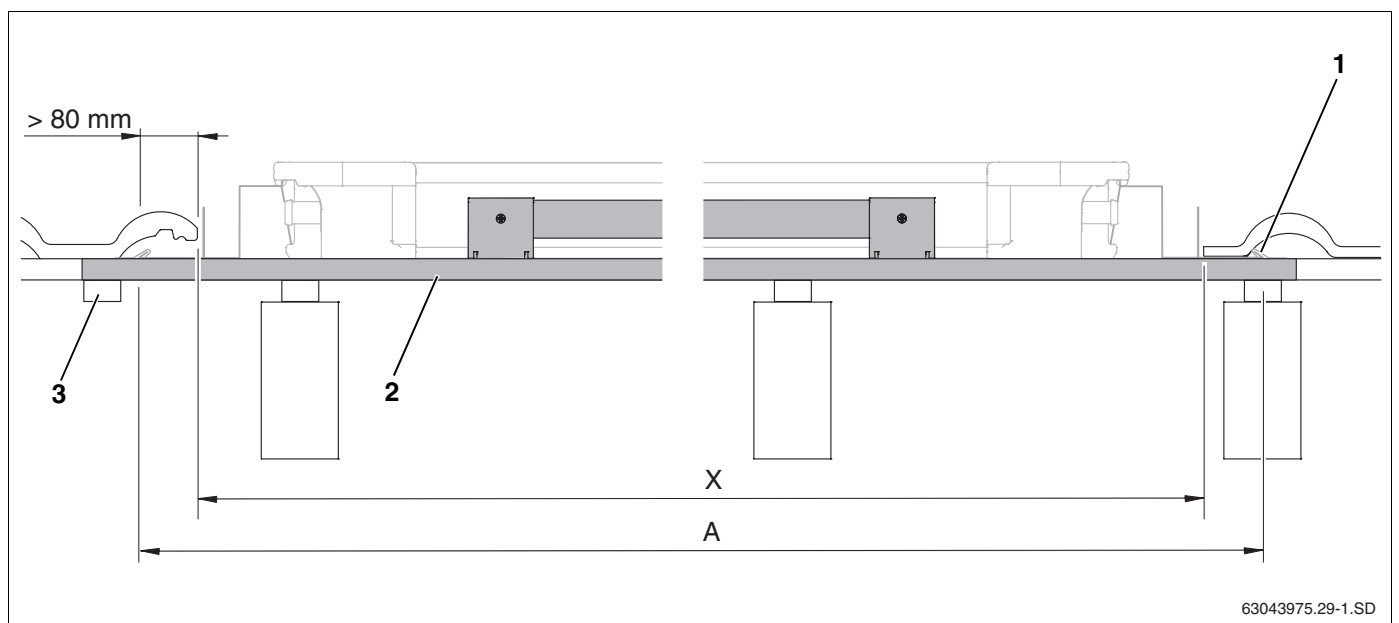
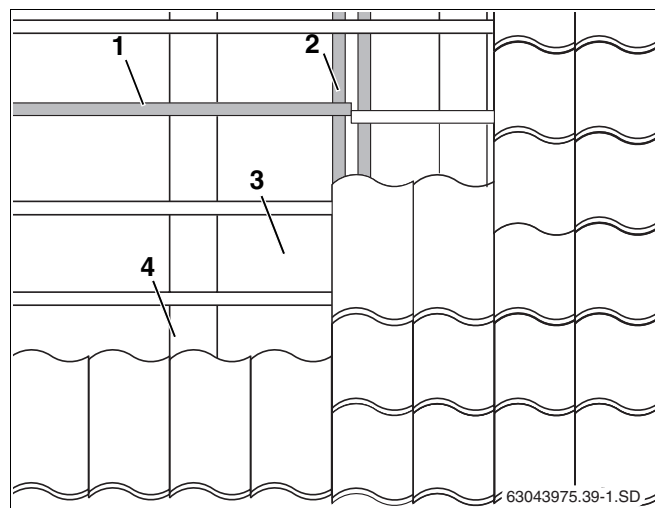

Fig. 9 Longueur des lattes supplémentaires (ici : première latte en bas avec dispositif anti-glissement)
Fig. 13 Déplacement de lattes dans le secteur du champ de capteurs
La longueur minimum des lattes supplémentaires (fig. 9, **pos. 2**) correspond à la largeur du champ de capteurs (table 5, page 14, dimension A) plus env. 10 cm pour les fixations latérales (fig. 9, **pos. 1**).
- Fixez les bords des lattes sur les chevrons ou reliez-les de manière suffisante, par ex. en les bloquant contre des lattes existantes (fig. 9, **pos. 3** et fig. 13, **pos. 2**).
Si une latte supplémentaire (fig. 13, **pos. 1**) doit être montée à proximité d'une latte existante, il faut déplacer cette dernière dans le secteur du champ de capteurs (fig. 13, **pos. 3**) et la fixer de manière suffisante (fig. 13, **pos. 2**).